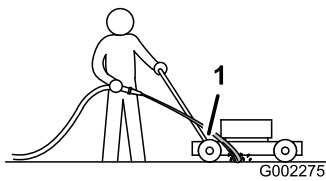

Figure 32
3. Tenez le tuyau d'arrosage à hauteur du guidon et dirigez le jet d'eau vers le sol, juste devant la roue arrière droite (Figure 32).